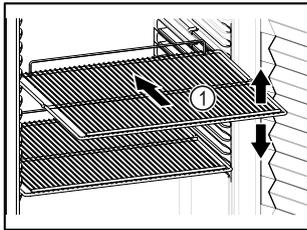

Fig. 65 Beispielhafte Darstellung
- Wenn Abstellroste Fig. 65 (1) versetzbar sind, je nach Höhe anpassen.